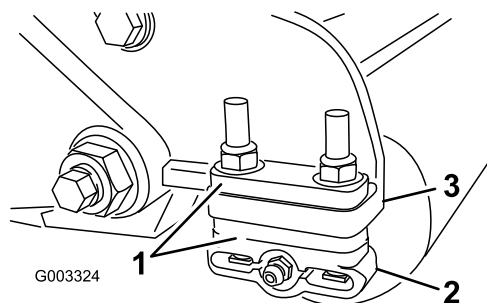

图11
1. 根据 **剪草高度表**（页码 9），将所需数量的隔片放在侧板安装法兰（图11）下，将后滚筒支架（图11）调节到所需的剪草高度范围。